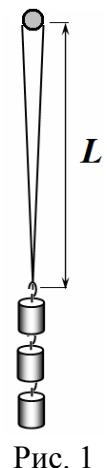

Рис. 1
- 1.1. Подвесьте резиновый шнур на боковом торце подставки с помощью кнопки (рис.1). Измерьте зависимость длины шнура L от силы тяжести подвешенных грузов. Измерения проведите в двух «направлениях»: при нагрузке – последовательно увеличивая число грузов от 0 до 6; при разгрузке – последовательно уменьшая число грузов от 6 до нуля